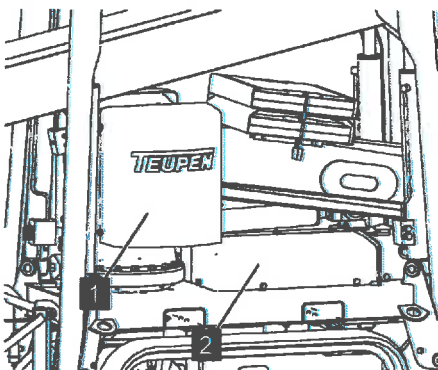

Abb. 94: Abdeckhauben abnehmen
2. Die Rändelkopfschrauben der Abdeckhauben (Abb. 94/1 und 2) lösen und die Abdeckhauben abnehmen.